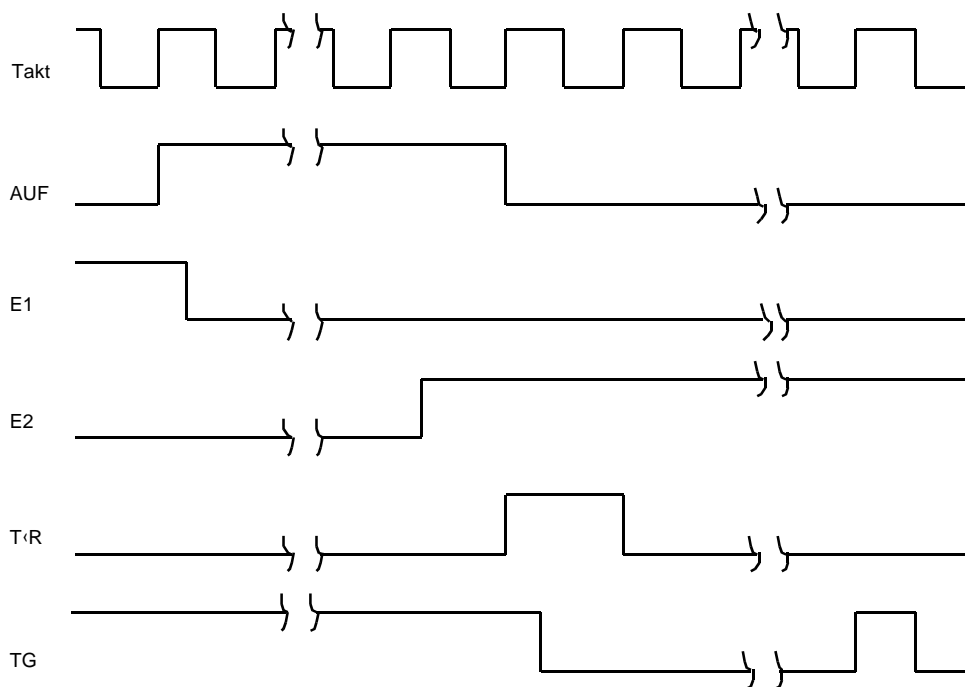

Abbildung 2: Beispiel für einen Ablauf
- Das Steuerwerk werde mit einem langsamen Takt betrieben (ca. 1Hz). Es kann daher angenommen werden, daß nach einem Fahrbefehl das entsprechende Stockwerksignal (E1..E3) vor der nächsten Taktflanke bereits zurückgesetzt ist (siehe Bild 2).